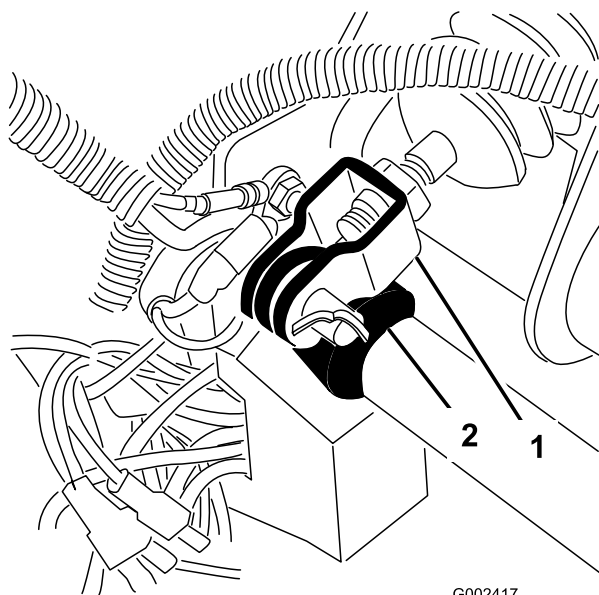

图 60
1. 取下将主汽缸钗固定到刹车踏板枢轴上的开口销和柱销图 60。